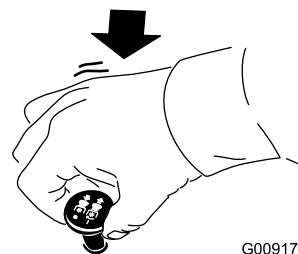

Bild 27
1. Stellen Sie den Zapfwellenantriebsschalter in die AUS-Stellung, um die Messer auszukuppeln (Bild 27).